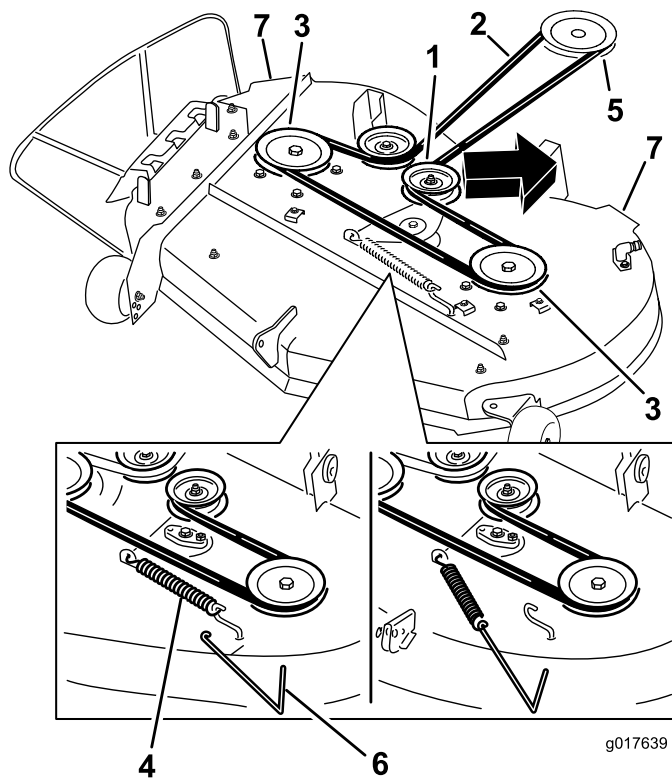

Figura 60
4. Usando una herramienta para la retirada de muelles (Pieza Toro N° 92-5771), retire el muelle tensor del gancho de la carcasa para eliminar la tensión de la polea tensora, y retire la correa de las poleas (Figura 60).
5. Pase la correa nueva alrededor de las poleas del motor y del cortacésped (Figura 60).
6. Usando una herramienta para la retirada de muelles (Pieza Toro N° 92-5771), instale el muelle tensor sobre el gancho de la carcasa y tense la polea tensora y la correa (Figura 60).